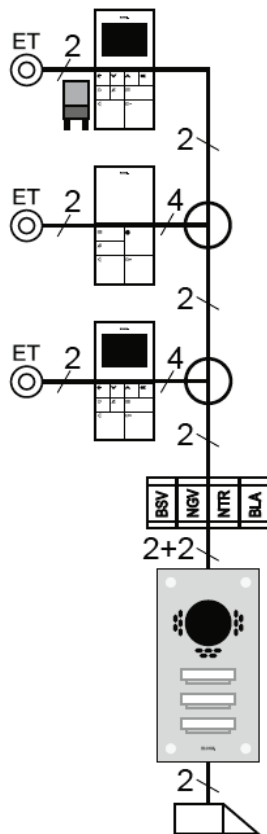

Bild 8: Stichstruktur ohne Videoverteiler
- Bei einer Stichstruktur ohne Videoverteiler (Hin- und Rückadern in einer Leitung) müssen verseilte Leitungen (z.B. J-Y(ST)Y oder CAT) paarweise verwendet werden (Bild 8).